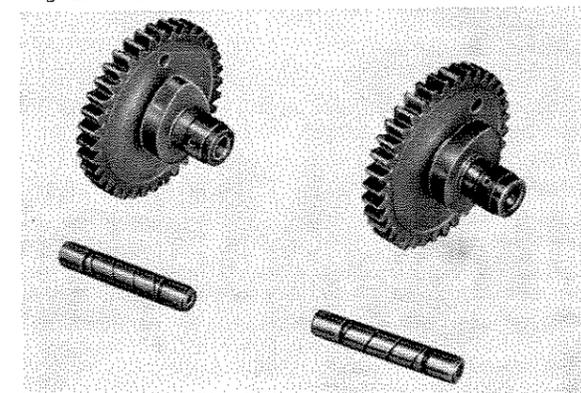

Fig. 24 - Alberi a camme
- con camma pompa alimentazione (fig. 24, destra).
- senza camma pompa alimentazione (fig. 24, sinistra).